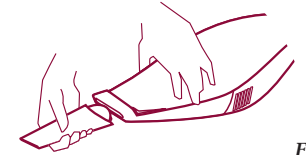

Fig. 7
- Para aspirar polvo y materiales sólidos en los intersticios de difícil acceso debe insertarse la boca aspiradora E. (fig. 7)